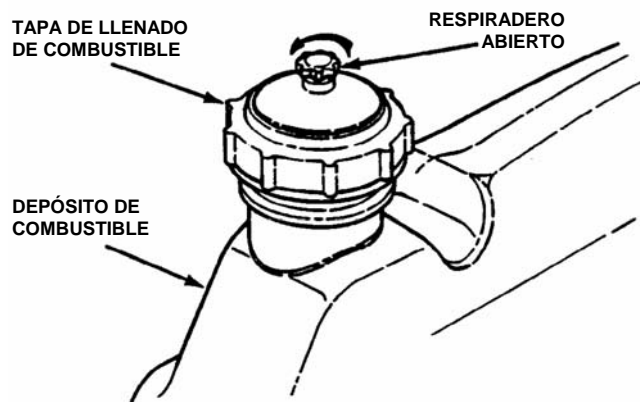

FIGURA 2.2
2.1.7. Cargue de combustible el depósito después de empujar el cortacésped de asiento con motor trasero a un lugar al aire libre donde se puedan disipar los vapores. Asegúrese de apretar firmemente la tapa de llenado de combustible y abrir el respiradero. Para las especificaciones del combustible, consulte el manual del motor. Vea la figura 2.2.
IMPORTANTE: Si no se abre el respiradero se puede causar la parada del motor. Vea la figura 2.2.
4. Abra el respiradero de la tapa de llenado de combustible girándola en sentido contrario a las manecillas del reloj. **IMPORTANTE:** Si no se abre el respiradero se puede causar la parada del motor. Vea la figura 2.2.